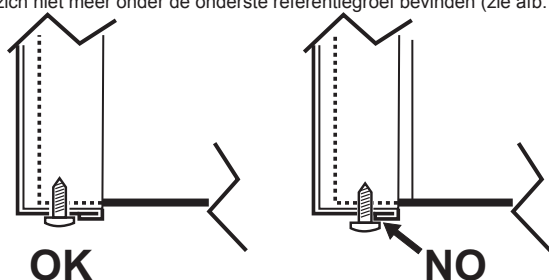

Afb. 25 - Openen van de frontafdekking
- De schroeven **A** deels eruit draaien (zie afb. 25).